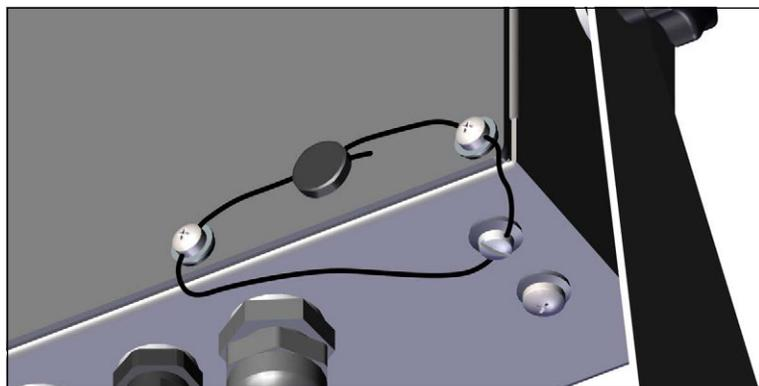

Figure 2-13. Scellage de l'indicateur – Aucun accès
3. Faites passer le plomb à sceller via les vis à tête cylindrique sur la plaque arrière et la vis à tête cylindrique sur le fond du boîtier, comme représenté sur la Figure 2-13.